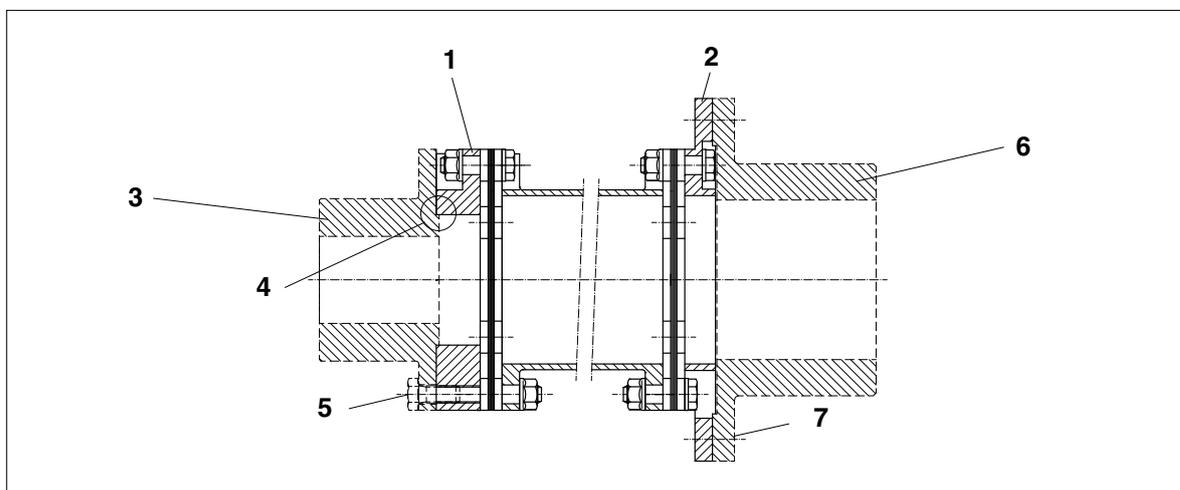
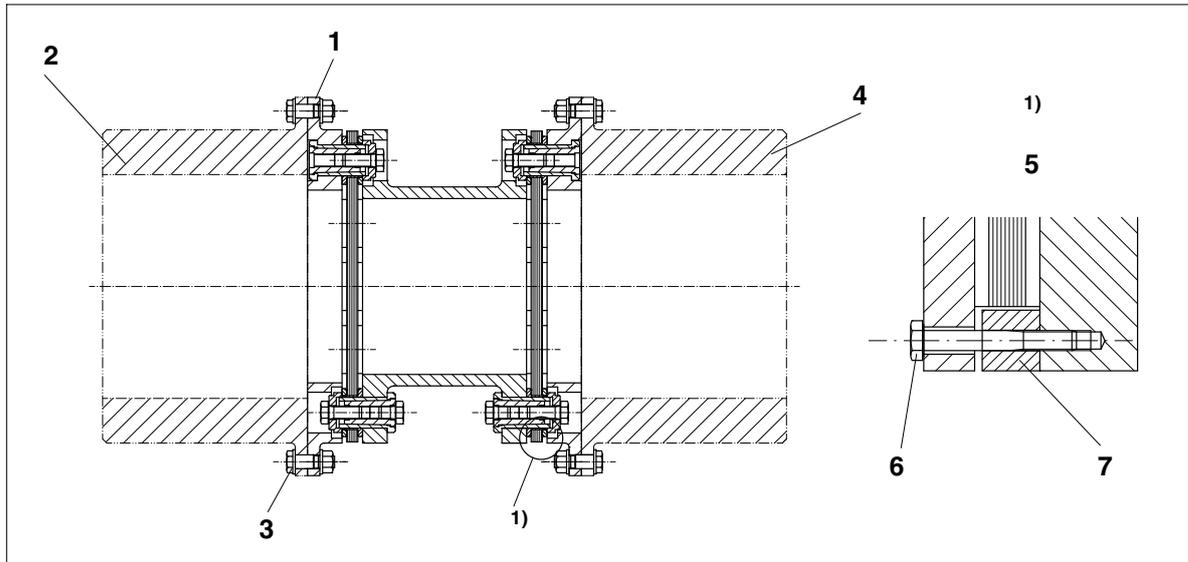

Bild 18: "C"-Flansch- und "F"-Flansch-Verschraubung (Beispiel ARS)
Bild 19: F-Flansch-Verbindung (Beispiel ARC)
- Der "Rezess" (Zentrierzapfen, Bild 18) oder die Passbohrungen (Bild 19) und die Anlagefläche des "C"-, "D"- oder "F"-Flansches sind auf Beschädigungen zu prüfen und gegebenenfalls nachzuarbeiten.
Bei Zwischeneinheiten mit vormontierten Lamellenpaketen sollten diese nicht demontiert werden. Die Lamellenpakete sind mit Transportsicherungen gesichert (auch als Montagehilfe verwendbar; siehe Einzelheit "X" - Bild 19).
Bei Kupplungsbauarten mit vormontierten Lamellenpaketen ist vor Inbetriebnahme unbedingt zu prüfen, ob die **Transportsicherungen** (siehe Einzelheit "X" - Bild 19) **vollständig entfernt wurden**.